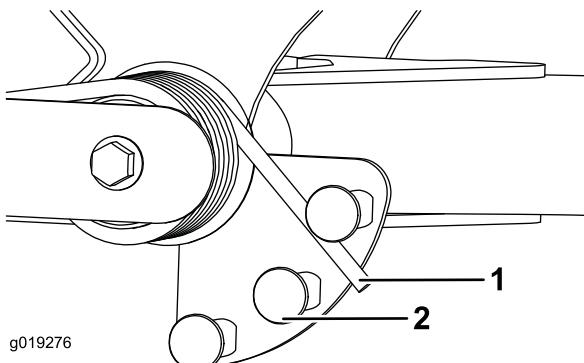

Bild 33
- Stecken Sie ein Rohr oder ein ähnliches Objekt in das lange Federende und drehen Sie es um den Federaktuator in die gewünschte Stellung (Bild 33).